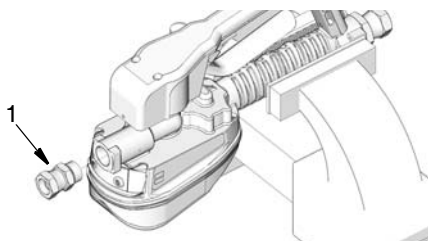

FIG. 3
3. Monte el accesorio de conexión (1) en la salida como se muestra en la FIG. 3. Apriete el accesorio de conexión con una llave.